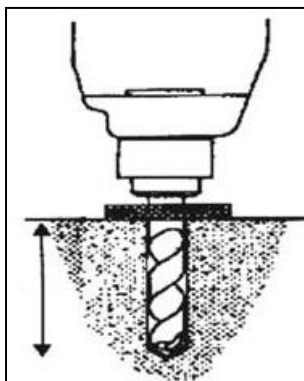

Figure 18
- Fixez les boulons d'ancrage avec une perceuse à percussion avec une mèche de 16, percez jusque 120 mm de profondeur et nettoyez le trou (figure 18).